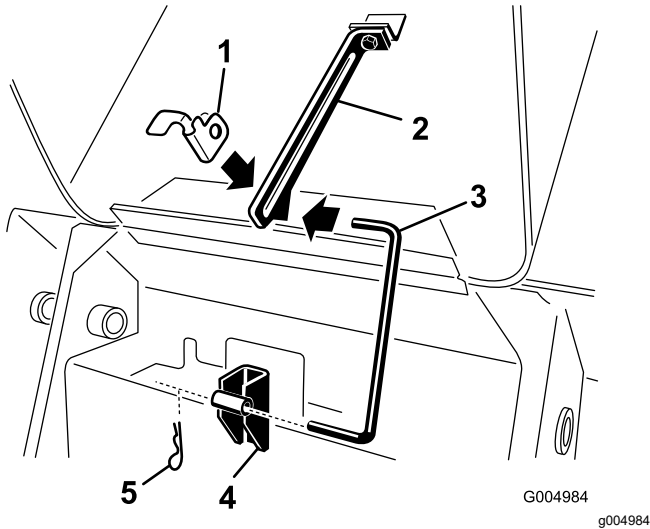

図 41
- フードの支え棒の下端に付いているコッターピンを抜き取り、支え棒を保持ブラケットとロッドタブから外す 図 41。
- 保持ブラケットとタブに支え棒を取り付け、ヘアピンコッターで固定する 図 41。